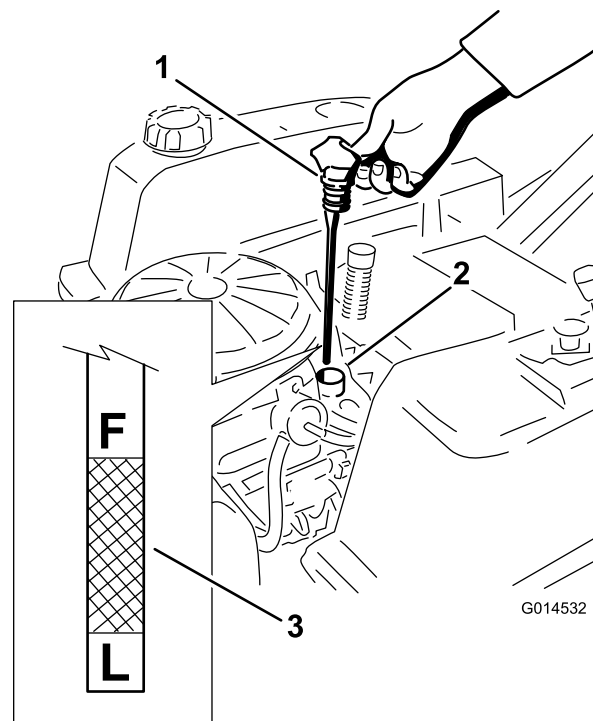

Figura 29
5. Retire la varilla y compruebe el nivel de aceite. (Figura 29).
4. Retire el tapón de llenado/varilla de aceite y límpielo. Vuelva a colocar la varilla y empuje firmemente para asentarla en su lugar (Figura 29).
7. Gire la válvula de vaciado 1/4 de vuelta en el sentido contrario a las agujas del reloj para abrirla y dejar que el aceite se drene (Figura 31). Retire el tapón de llenado/varilla (Figura 29).
- 14. Vierta lentamente un 80% aproximadamente de la cantidad especificada de aceite por el tubo de llenado (Figura 29).
- 15. Coloque firmemente el tapón de llenado/varilla (Figura 29).
- 16. Compruebe el nivel de aceite (Figura 29); consulte Verificación del nivel de aceite.
- 18. Coloque firmemente el tapón de llenado/varilla (Figura 29).